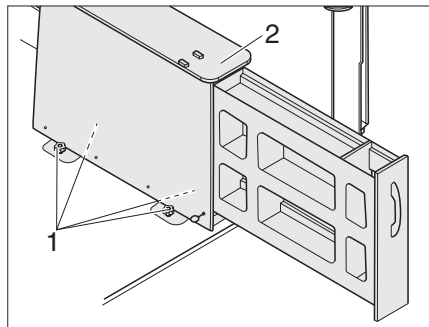

Bild 55 Heckschublade ausbauen
- ▶ 4 Sterngriffschrauben (Bild 55,1) lösen und den Korpus (Bild 55,2) der Heckschublade entnehmen.